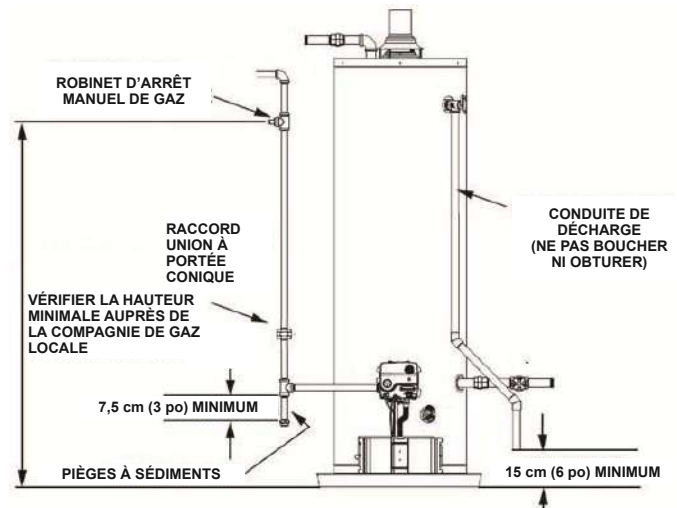

FIGURE 26. CONFIGURATION DE LA TUYAUTERIE
5. En se reportant à la **Figure 26** (page 32), déconnecter le raccord union à portée conique de la conduite de gaz.